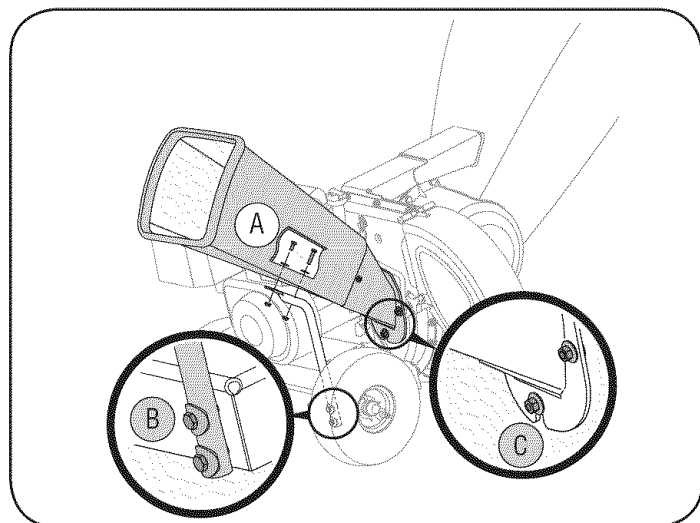

Figura 7
- a. Ponga en línea los agujeros del canal con los agujeros de la parte superior de la traba y una la misma al canal de la cortadora con los elementos de ferretería previamente retirados. Ajuste bien. Vea la Figura 7.